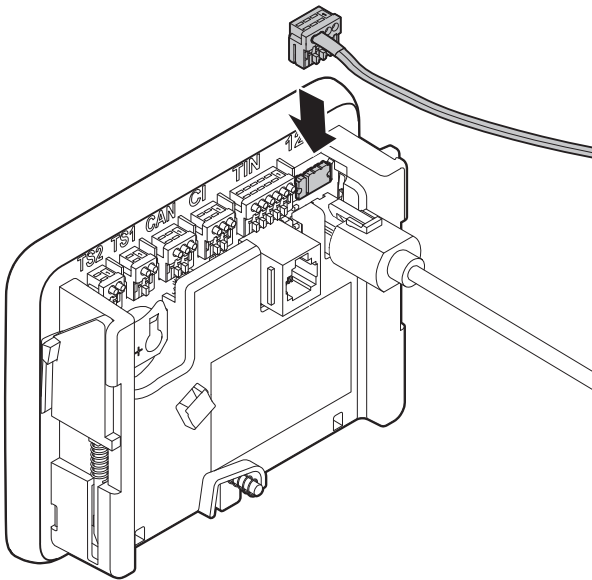

Fig. 10
- ▶ Brancher la fiche du câble du Panel (Fig. 10) sur le Panel en l'enfichant avec précaution par le haut, sans plier le câble du Panel au niveau de la transition entre le câble du Panel et le connecteur.